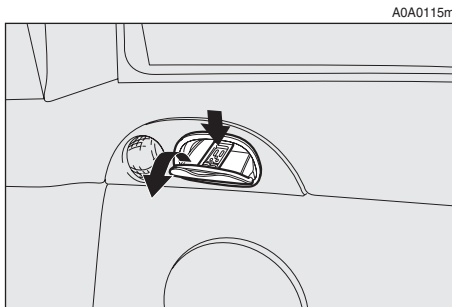

fig. 146
**CENICEROS POSTERIORES (fig. 146)**